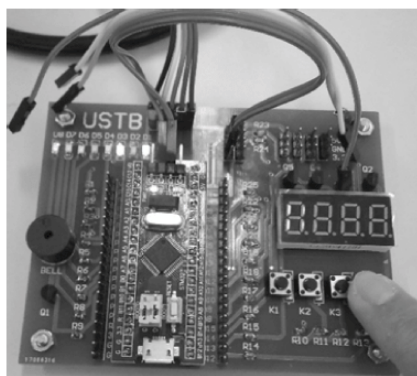

图 6.17 按键实验现象 4
- (4) 按下 KEY4,LED4 长亮;松开 KEY4,LED4 熄灭,见图 6.17。